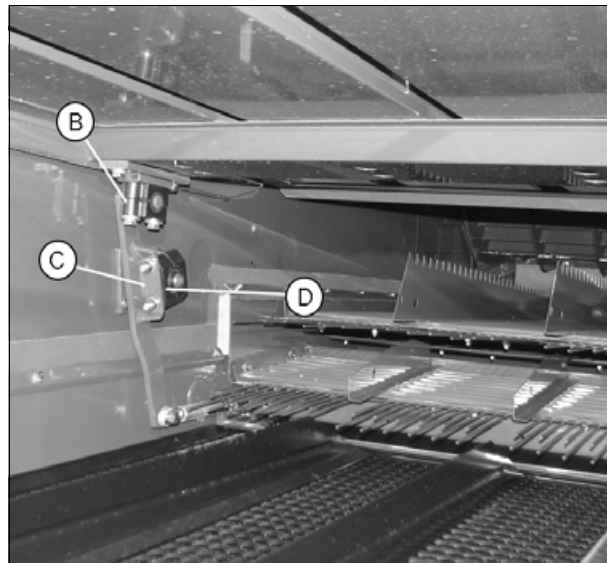

Рис. 1.
- Не забудьте установить прокладку между кронштейном подшипника и второй скатной доской на переднем поворотном рычаге (B) *рис. 1*.